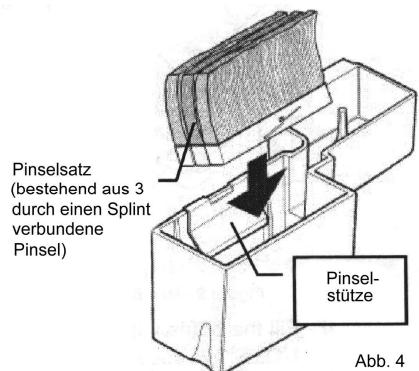

Abb. 4
- Pinselsatz in den Wassertank einsetzen. Dabei muß der kürzeste der 3 Pinsel vor die Pinselstütze positioniert werden (siehe Abb. 4).